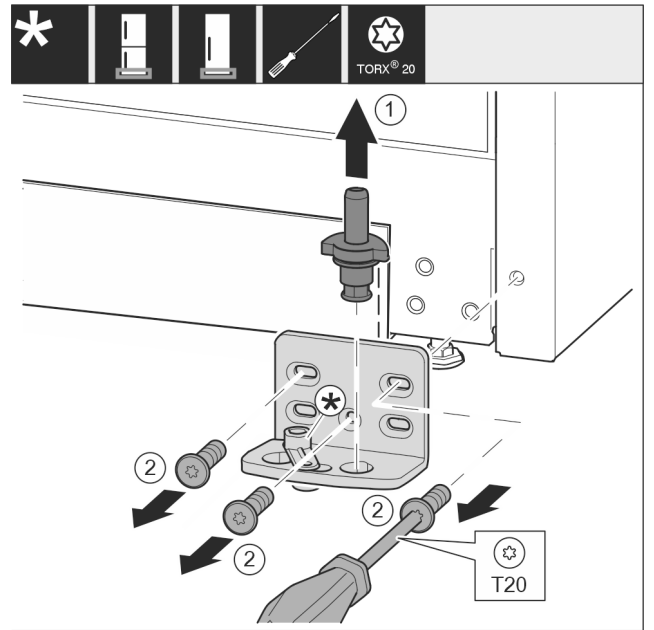

Fig. 17\*
- ▶ 将轴承螺栓 Fig. 17 (1) 完全向上拉出。\*
- ▶ 将螺钉 Fig. 17 (2) 用螺丝刀旋开并取下托架。\*